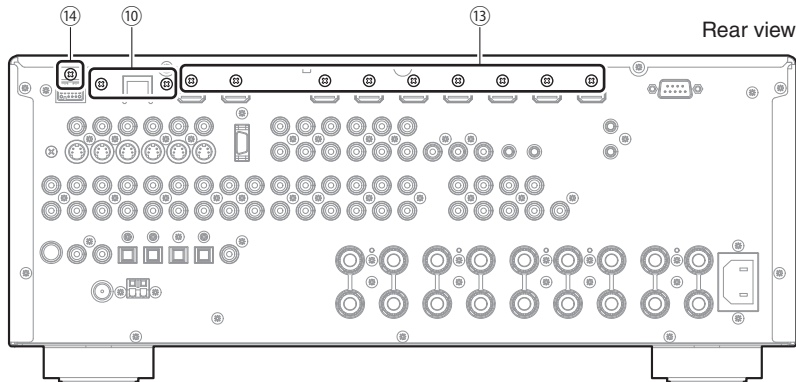

Fig. 3
- b. Remove 2 screws (10). (Fig. 3)
- b. Remove 9 screws. (13) and screw (14). (Fig. 3)
- b. ⑩のネジ2本を外します。(Fig. 3)
- b. ⑬ネジ9本、⑭のネジ1本を外します。(Fig. 3)